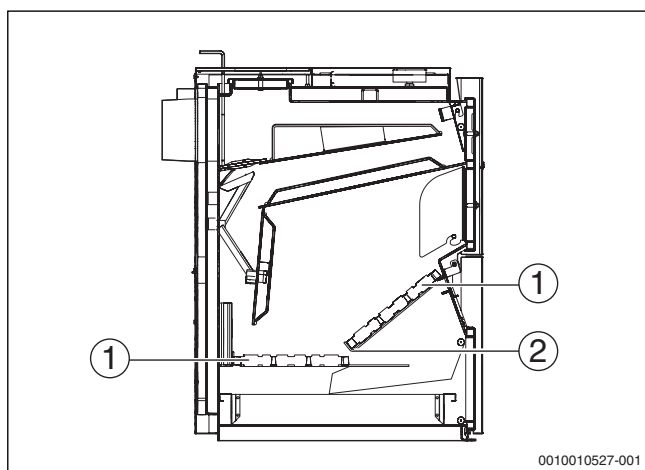
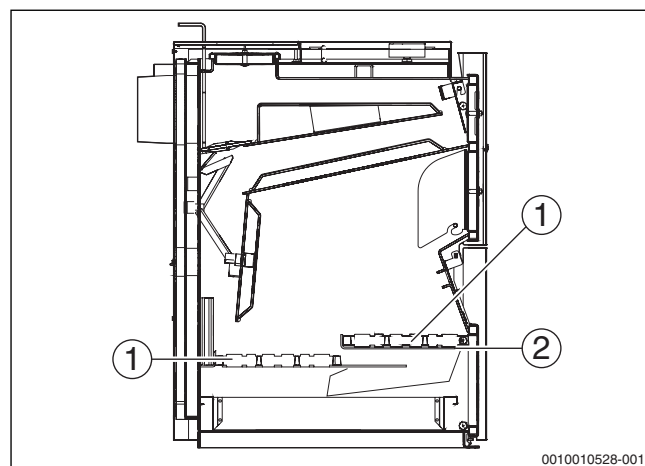

Рис. 22 Положение решёток при сжигании угля
Рис. 23 Положение решёток при сжигании древесины
► Установите решётки в котёл, как показано на рисунке (→ рис. 22, стр. 17 и рис. 23, стр. 17).
При сжигании древесины выньте защитный лист [2] (→ рис. 23, стр. 17).